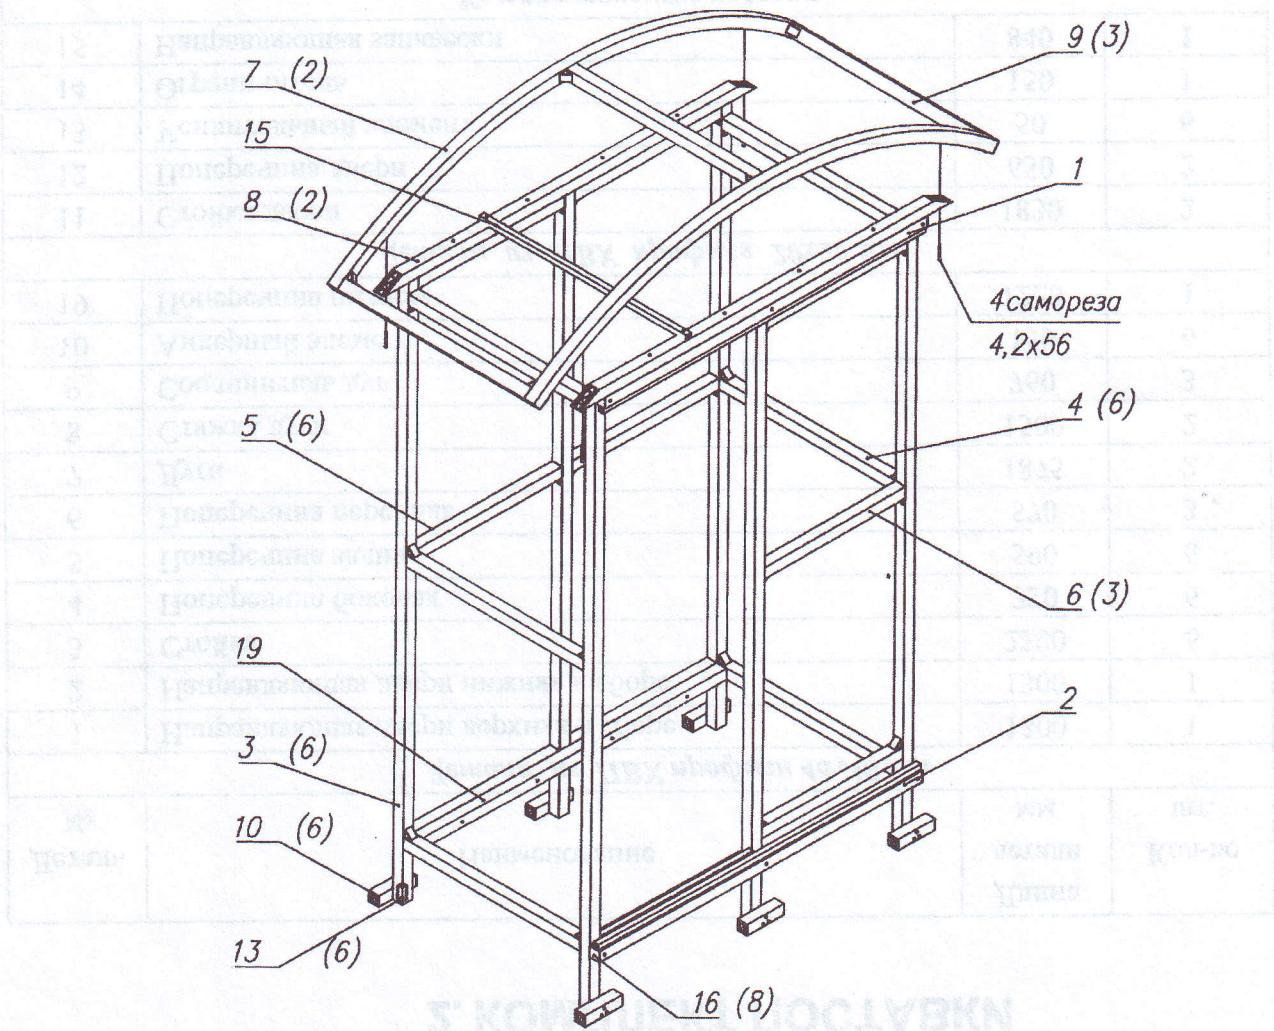
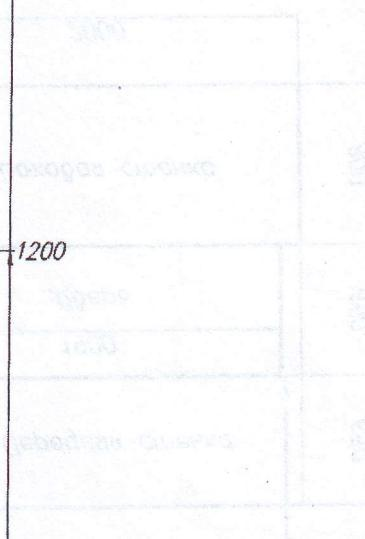
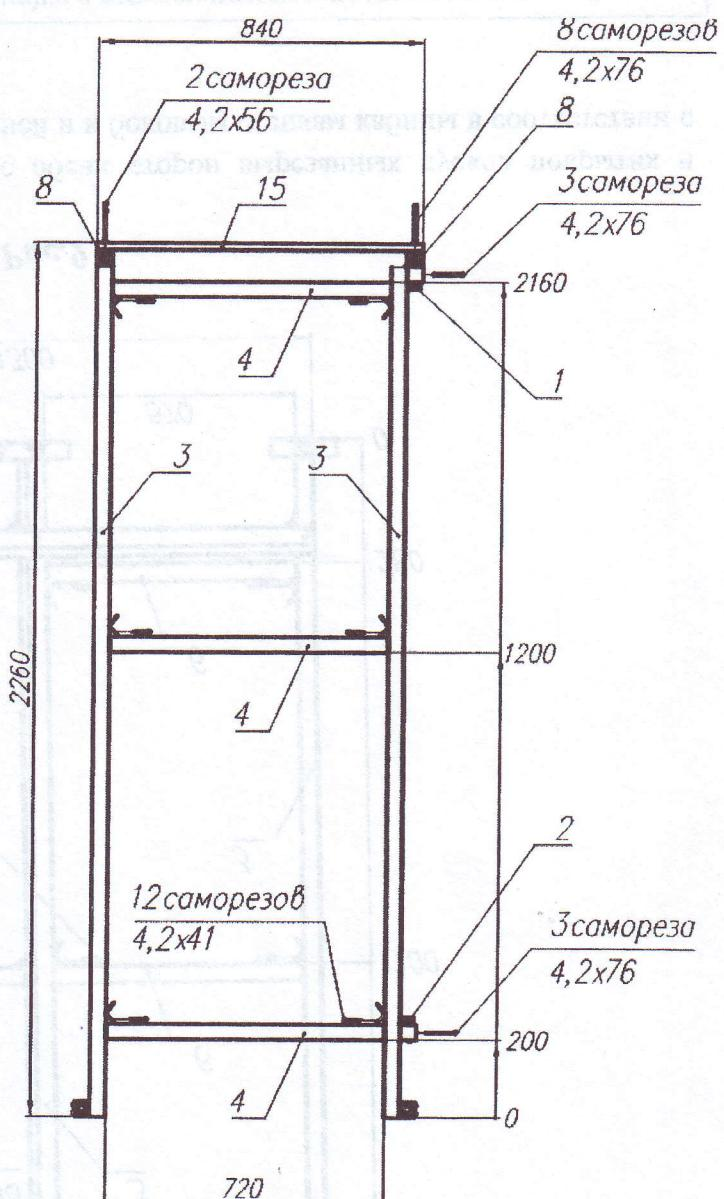
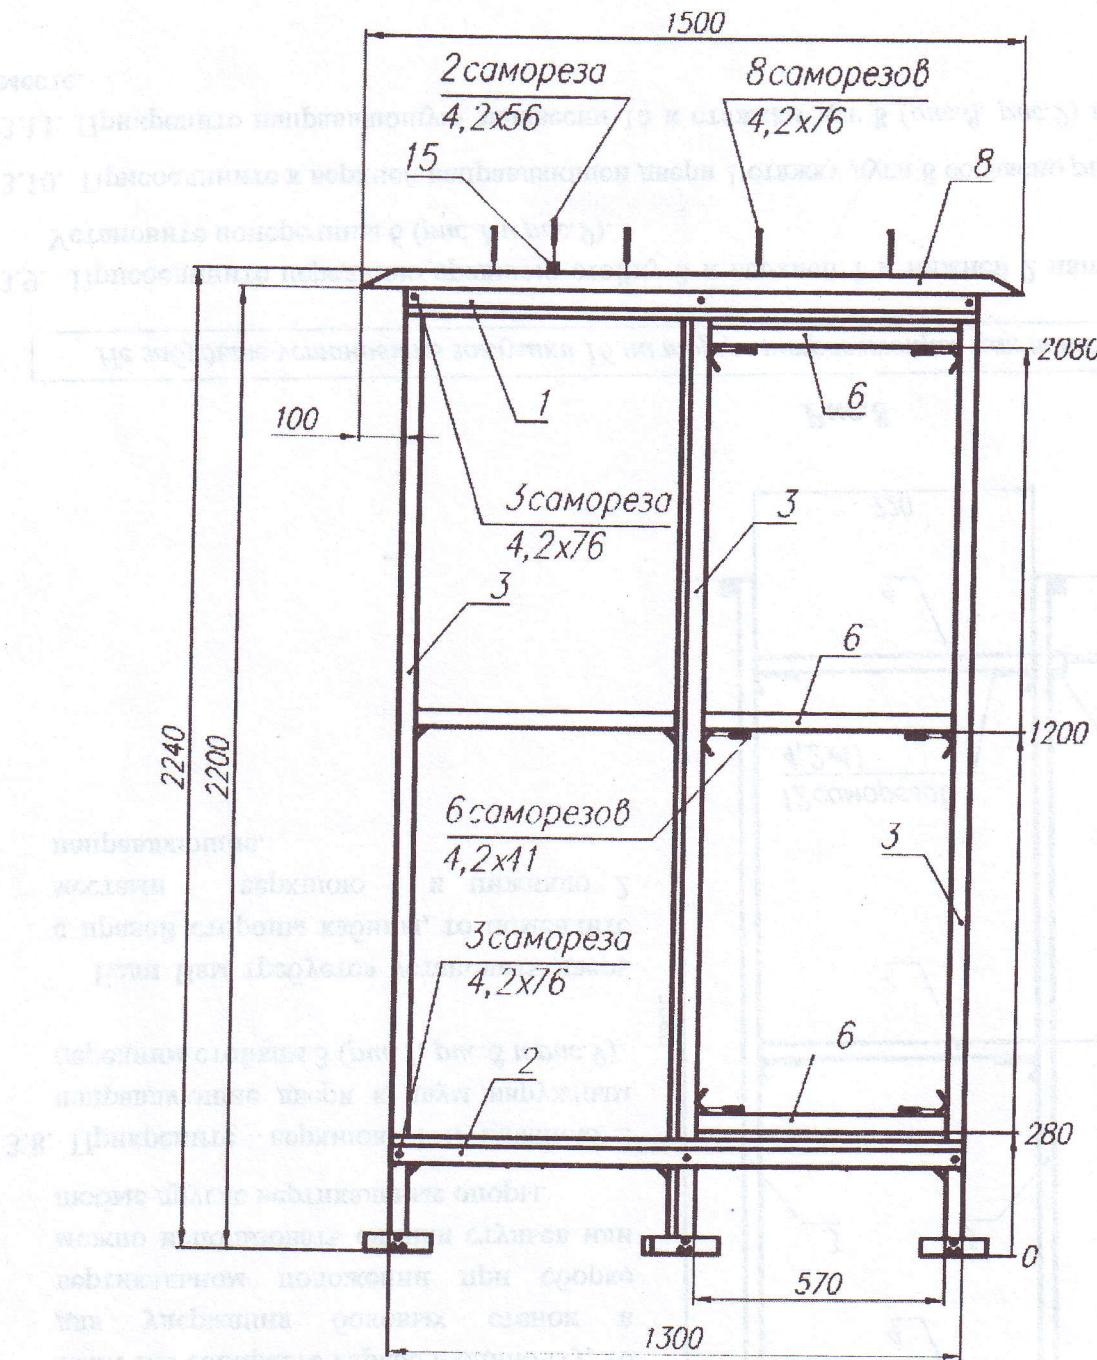

Рис.1
Рис.7
Рис.8
Рис.9
3.1. Общий вид каркаса кабины без двери показан на рис.1. Каркас собирается из нумерованных деталей (см. раздел Комплект поставки).
3.5. Соберите на ровной площадке заднюю стенку кабинки из деталей 3 и 5 в соответствии с рис.7 и рис.1. Присоедините к задней стенке стяжку дуги 8 и поперечину нижнюю 19, как показано на рис.7.
3.6. Соедините уголками 18 шесть деталей 4 с наружными стойками 3 задней стенки согласно рис.1 и рис.8.
3.7. Присоедините к свободным концам деталей 4 две передние наружные стойки 3 в соответствии с рис.1 и рис.8.
3.8. Прикрепите верхнюю 1 и нижнюю 2 направляющие двери к двум наружным передним стойкам 3 (рис.1, рис.8 и рис.9).
Не забудьте установить заглушки 16 на торцы направляющих, как показано на рис.1.
3.9. Присоедините переднюю среднюю стойку 3 к верхней 1 и нижней 2 направляющим двери. Установите поперечины 6 (рис.1 и рис.9).
3.10. Присоедините к верхней направляющей двери 1 стяжку дуги 8 согласно рис.9.
3.11. Прикрепите направляющую занавески 15 к стяжкам дуг 8 (рис.8, рис.9) в удобном для Вас месте.
3.14. Вставьте дверь в пазы верхней 1 и нижней 2 направляющих (рис. 1). Дверь должна свободно перемещаться по направляющим, не задевая за саморезы крепления поликарбоната. В противном случае заверните саморезы чуть глубже. Допускается небольшая деформация поликарбоната.
3.16. Соберите каркас крыши кабинки в соответствии с рис.14 и рис.1. Закрепите на торцах крыши по дугам поликарбонат, затем закрепите покрытие на самой крыше (рис.15).
- 3.17. Установите крышу на стяжки дуг 8 и зафиксируйте ее четырьмя саморезами согласно рис.1. Также прикрепите поликарбонат торцов крыши к стяжкам дуг, как показано на рис..15.